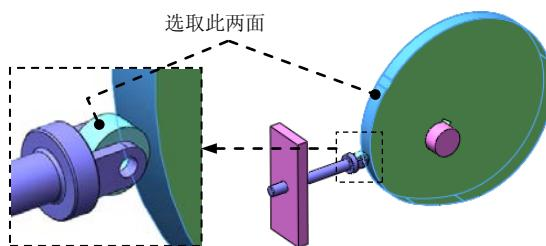

图 11.3.2 定义参照面
(1) 选择下拉菜单 **插入(I)** → **配合(M)…** 命令，系统弹出“配合”对话框。
(2) 单击“配合”对话框 **机械配合(A)** 区域中的 **凸轮(M)** 按钮，选取图 11.3.2 所示的两个面为相切面。
(3) 单击两次 **√** 按钮，关闭“配合”对话框。
(1) 单击下方的 **运动算例 1** 选项卡，将运动算例界面展开。
(2) 在运动算例工具栏 **动画** 下拉列表中选择 **基本运动** 选项，单击 **马达** 按钮，在“马达”对话框的 **零部件/方向(D)** 区域中激活 **参照面** 后的文本框，然后在图像区选取如图 11.3.2 所示的模型边线，在 **运动(M)** 区域的类型下拉列表中选择 **等速** 选项，调整转速值为 20，其他参数采用系统默认设置值。在“马达”对话框中单击 **√** 按钮，完成马达的添加。